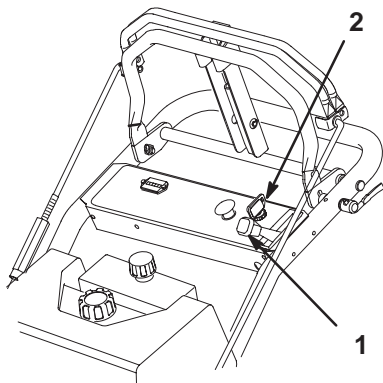

Figure 10
5. Réglez la manette d'accélérateur en position de ralenti (Fig. 10).
6. Tournez la clé de contact en position Contact coupé (Fig. 10).